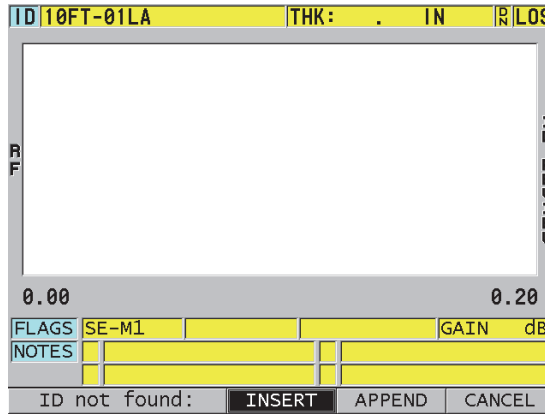

Figura 11-29 Mensaje cuando el ID modificado no se encuentra en la base de datos
6. Si el ID modificado no se encuentra en la base de datos, en el mensaje que aparece en la zona de texto (ver Figura 11-29 en la página 235), seleccione **INSERTAR** (INSERT) para introducir un nuevo ID antes del ID activo.